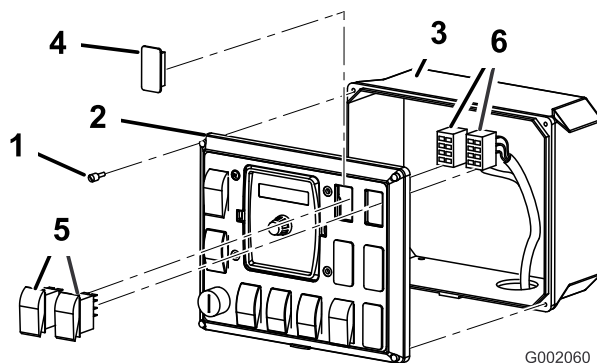

Figura 28
- Desaperte os 4 parafusos que prendem o painel frontal à caixa de controlo (Figura 28).
- Retire o painel frontal para expor o interior da caixa de controlo (Figura 28).
- Eleve e retire as 2 tampas do painel de controlo de pulverização no veículo e instale os 2 interruptores fornecidos nesse local (Figura 28).